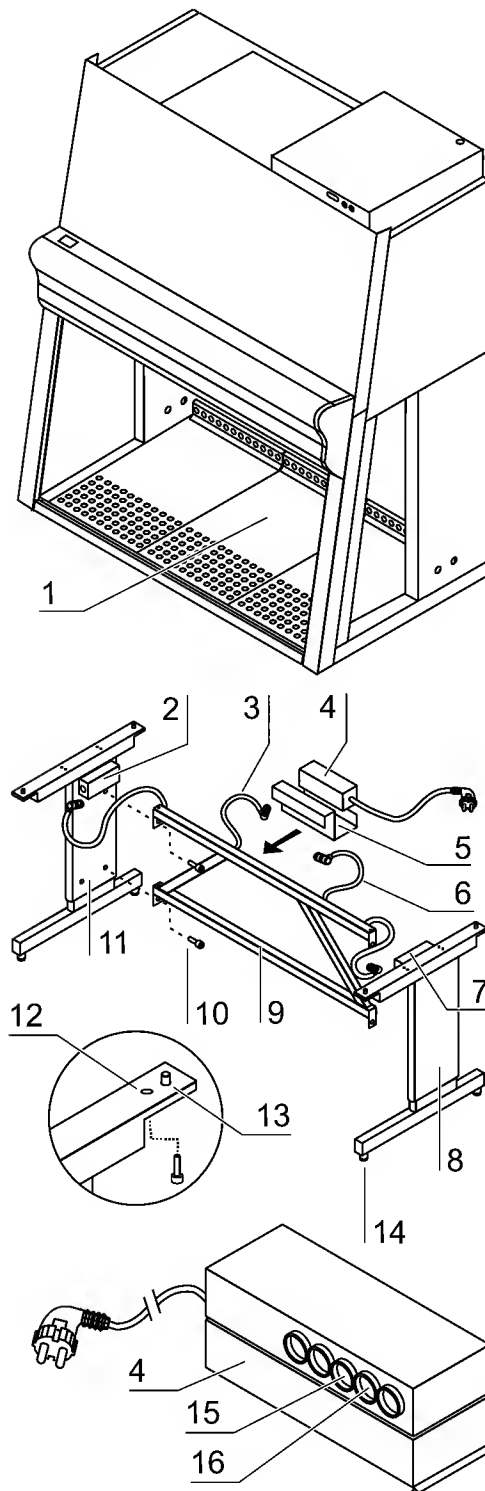

Fig. 1
**Fig. 1:** A estrutura inferior ajustável na altura pode ser ajustada em uma gama de 680 - 880 mm. As duas peças laterais [6] possuem um accionamento electromotriz próprio [2] que comandado pelo comando de movimento síncrono [4].
1. **Fig. 1:** Aparafusar as duas peças laterais [8] e [11] com os parafusos [10] na travessa [9].